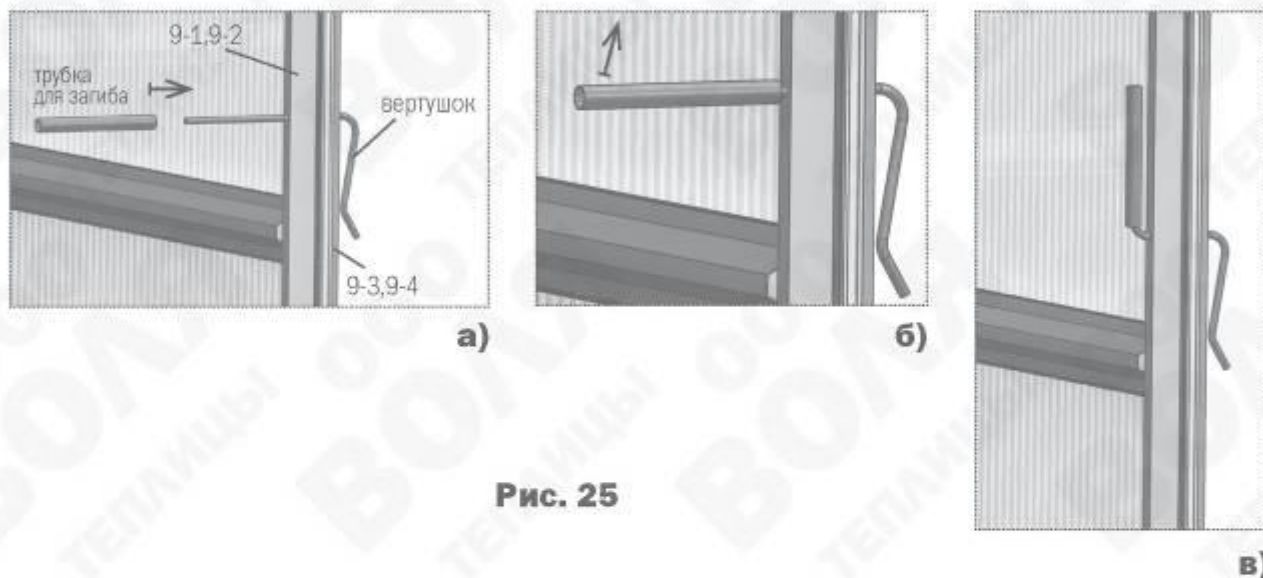

Рис. 25
- 11.** Проволочный вертушок для запираания дверей и форточек вставляется в отверстия стоек дверного проема прямым концом с наружной стороны до упора. С помощью трубки выполняется загиб внутреннего прямолинейного конца рукой вверх (**рис. 25**). Такая конструкция вертушка позволяет упруго прижимать двери и форточки торцов в закрытом состоянии, находясь как снаружи так и внутри теплицы.